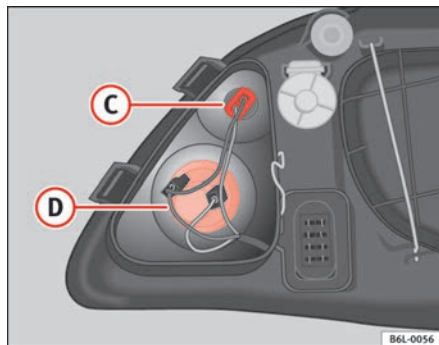

Fig. 147 Luz de población
- Tire de los cables para liberar el portalámparas de su alojamiento ② ⇒ fig. 147.